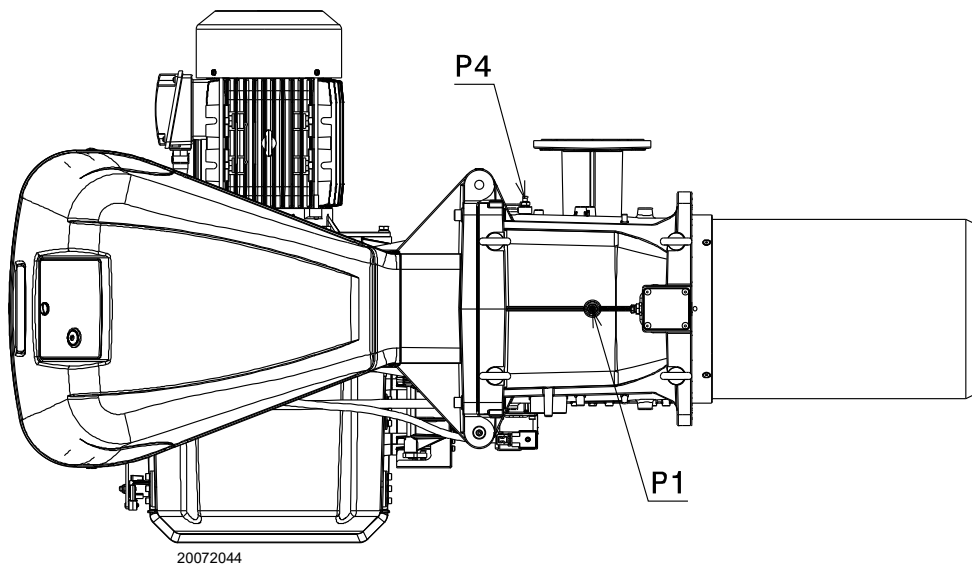

Abb. 22
Gasdruck, am Anschluss P1)(Abb. 22) gemessen mit:
- vom Gasdruck am Anschluss P1)(Abb. 22) den Druck in der Brennkammer abziehen.
Gasdruck am Anschluss P1)(Abb. 22) = 46,7 mbar
Um stattdessen den am Anschluss P1)(Abb. 22) notwendigen Gasdruck zu ermitteln, nachdem die Höchstleistung festgelegt wurde, bei der der Brenner arbeiten soll:
- Rechts, in Spalte 1, den Druck am Anschluss P1)(Abb. 22) ablesen.
Am Anschluss P1)(Abb. 22) erforderlicher Druck.